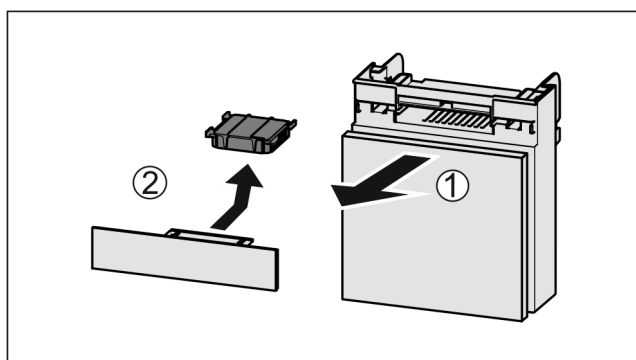

Fig. 56
- ▶ Издърпайте Fig. 56 (1) напред отделението.
- ▶ Извадете Fig. 56 (2) филтъра с активен въглен.